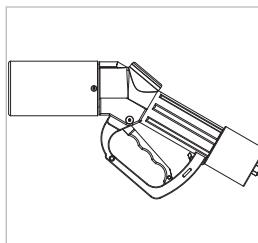

Abbildung 10
► Nehmen Sie die Füllkupplung aus der Zapfsäule heraus. Der Betätigungshebel (Pos. 7) muss in der OFF-Stellung stehen (Abbildung 10).